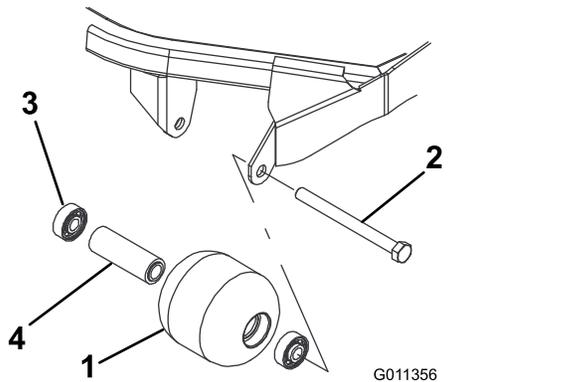

Figura 62
1. Rimuovete il bullone di fissaggio del rullo (Figura 62).
4. Verificate la presenza di eventuali danni sull'alloggiamento, sui cuscinetti e sul distanziale del cuscinetto del rullo (Figura 62). Sostituite i componenti danneggiati e procedete con il montaggio.
1. Montate il primo cuscinetto premendolo nell'alloggiamento all'interno del rullo (Figura 62). Premete soltanto sulla pista esterna o, in misura uguale, sulla pista interna ed esterna.
2. Inserite il distanziale (Figura 62).
3. Spingete il secondo cuscinetto nell'alloggiamento all'interno del rullo (Figura 62), premendo in misura uguale sulla pista interna ed esterna, fino a quando la prima pista non tocca il distanziale.